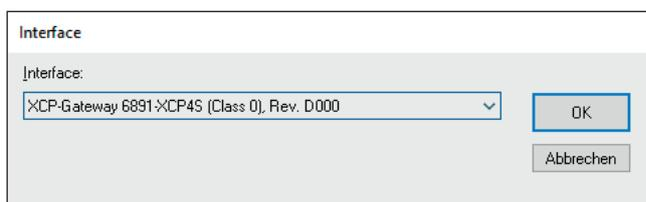

Abb. 5-22: Dialog **Interface**
- ⇒ Der Dialog **Dokumententyp wählen** (Abb. 5-22) öffnet sich.